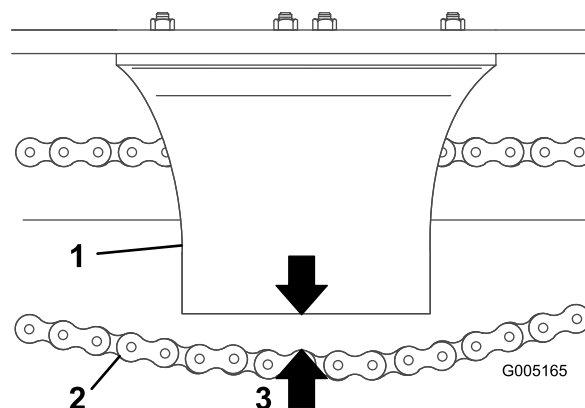

Figure 33
4. Mesurez la distance entre le bas du carter de chaîne et le brin inférieur (Figure 33). Si la flèche de la chaîne n'est pas comprise entre 3,8 et 6,35 cm (1,5 et 2,5 po), réglez la tension (voir à Réglage de la tension de la chaîne d'entraînement (page 33)).
6. Réglez le boulon de tension de la chaîne jusqu'à ce que la distance entre le bas du carter et le brin inférieur de la chaîne soit environ 3,8 à 6,35 cm (1,5 à 2,5 po) (Figure 33).